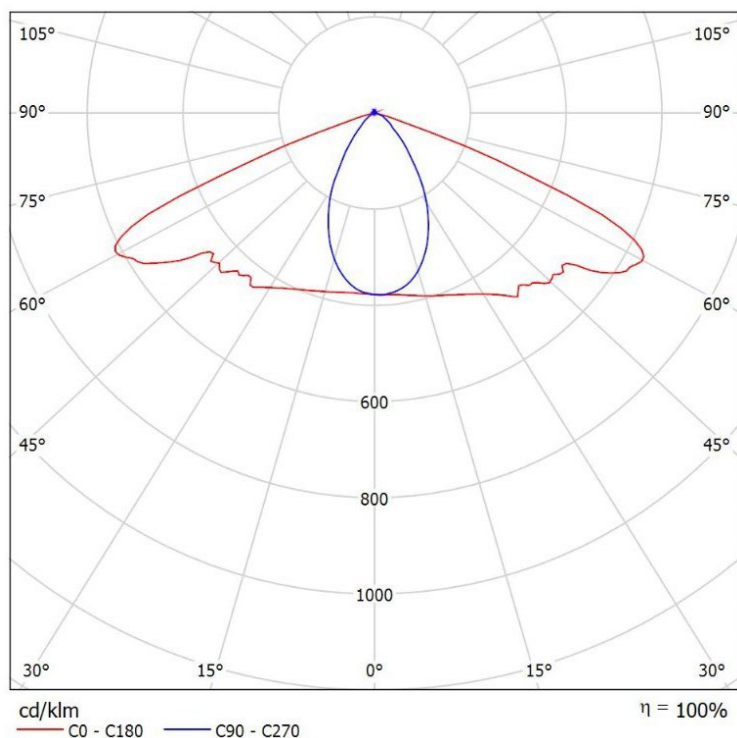

Рис.1
2.2 Кривая распределения силы света светильника приведена на рис.1.